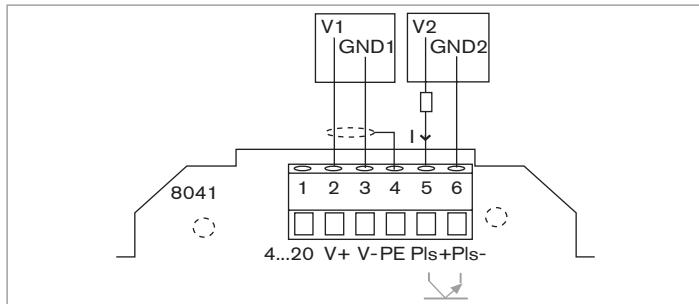

Bild 21: Anschluss des Frequenzausgangs an einen elektronischen Zähler mit eigener Spannungsversorgung
- oder an eine Last wie einen elektronischen Zähler mit eigener Spannungsversorgung (siehe Bild 21).